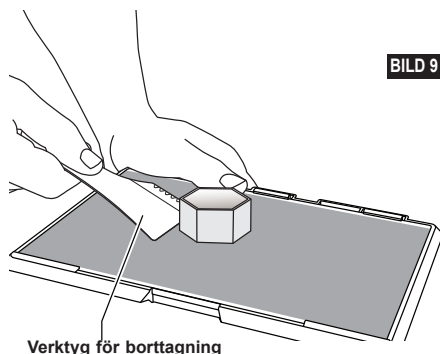

BILD 9
3. Böj byggplattan medan föremålet pekar bort från dig och andra personer. Tryck på baksidan av den med tummarna medan du använder de andra fingrarna för att hålla i handtagen, bild 9. Föremålet släpper och faller antingen av eller blir lätt att dra av med handen.
4. För tunna eller små föremål är det kanske inte tillräckligt att böja byggplattan för att föremålet ska släppa. I dessa fall kan verktyget för borttagning av föremål användas för att ta bort föremålet från byggplattan bild 9.